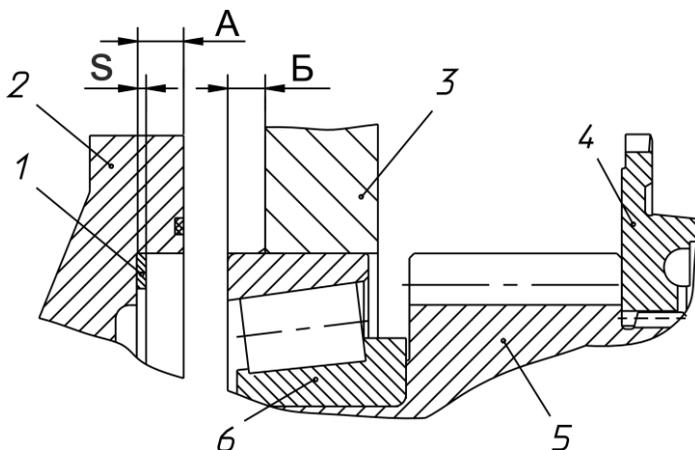

Рисунок 19 – Установка первичного вала:
Установить в расточку картера КП первичный вал в сборе с регулировочной прокладкой, индивидуально обработанной по п. 1 рисунок 19.
5.6 Замерить размер Б (между торцами картера КП и наружного кольца подшипника) рисунок 19. При этом наружное кольцо заднего подшипника вторичного вала должно быть плотно (под усилием собственного веса вторичного вала) прижато через регулировочную прокладку к торцу гнезда подшипника; первичный вал должен быть плотно (под усилием собственного веса) прижат через регулировочную прокладку к торцу наружного кольца переднего подшипника вторичного вала, а наружное кольцо заднего подшипника первичного вала - к роликам.